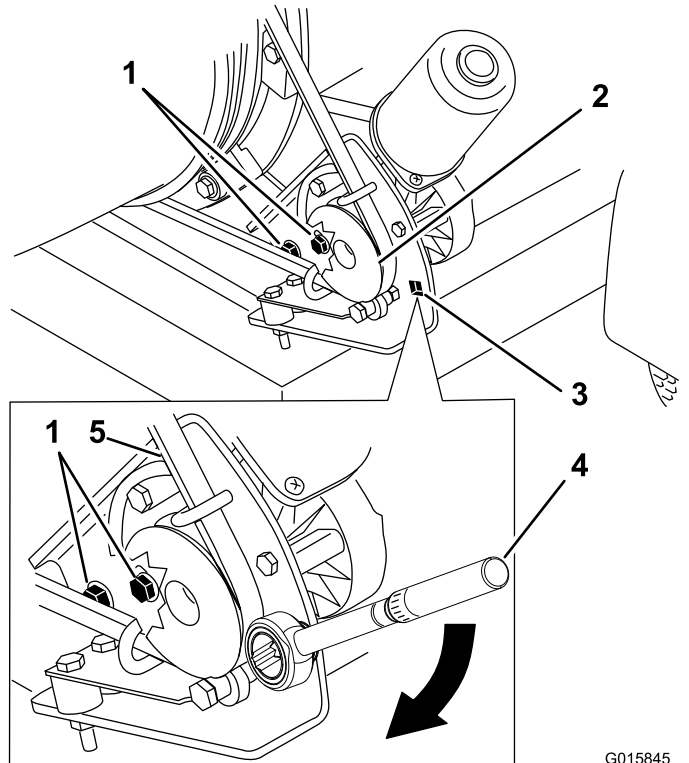

図 47
2. モータ取り付けブラケットを機体フレームのハウジング取り付け部に固定しているフランジキャリッジボルト 2 本とフランジロックナット 2 個をゆるめる 図 47。
3. 図 47 のように、プーリ取り付けブラケットにトルクレンチを差し込む。
4. ブロアのノズルから離れる方向にモータ取り付けブラケットを回し、レンチを締めて、締め付けトルクを $22.6\text{--}26.0\text{ N}\cdot\text{m}$ $2.3\text{--}2.6\text{ kg}\cdot\text{m}$ = $200\text{--}230\text{ in}\cdot\text{lb}$ とする 図 47。